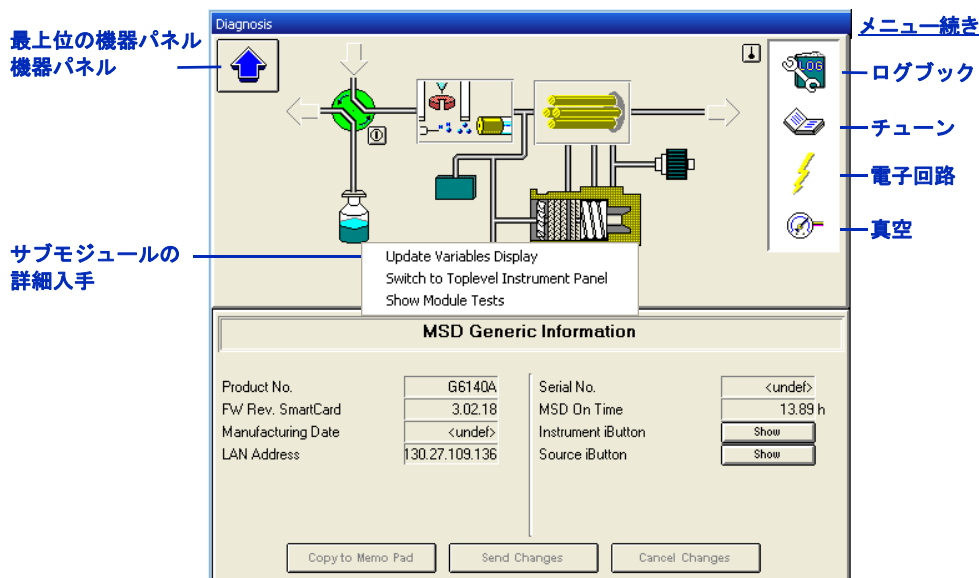

図 62 機器パネル - MS のモジュールの詳細
- **モジュールの詳細表示** - 120 ページの図 62 のようなモジュールの詳細図を表示します。
図 62 の図上でマウスを動かした際に、カーソルがポインターから手になるとすぐ、クリックしてサブモジュールの詳細にアクセスするメニューを表示できます。たとえば、ターボ分子ポンプのアイコンをクリックすると、真空測定値を表示したり、四重極のアイコンをクリックしたりすると、その温度を表示できます。右の白色領域にあるアイコンをクリックしても、それらのメニューを表示できます。
- 120 ページの 図 62 のような [ログブック] アイコン (アイコンをクリックし、[変数表示の更新] を選択します)
120 ページの図 62 に示した【ログブック】アイコンにより、メンテナンスログブックにアクセスします。(アイコンをクリックし、【メンテナンスログブックエントリ】を選択します。)次に、ChemStation ソフトウェアを使用して情報を手動で入力します。